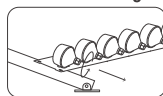
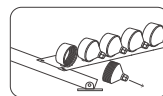

Figura 6
Figura 7
6) Desenrosque la tapa de los conos negros como se muestra en la Figura 6 y Figura 7.